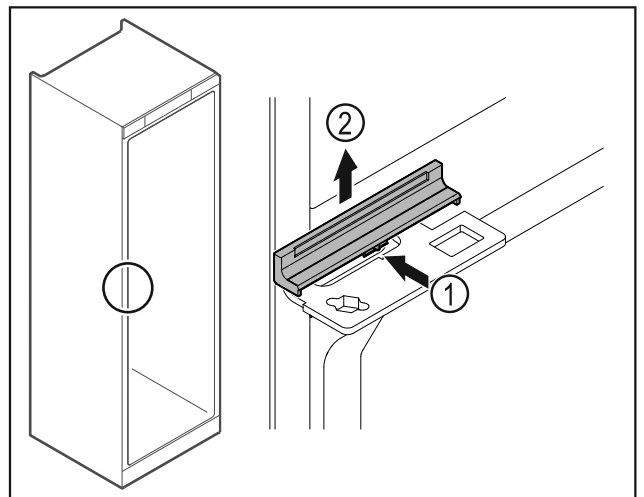

Fig. 43
- Shtypni kapakun mbulues Fig. 43 (1) lehtë në mes dhe hiqeni nga lart Fig. 43 (2).